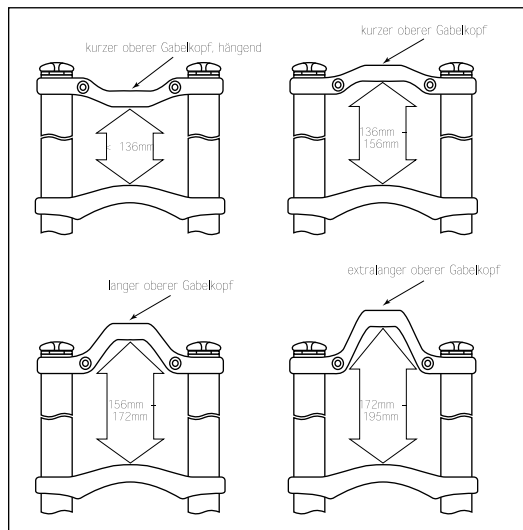

Fig. 1
- Bevor Sie die Judy XL am Fahrrad montieren, überzeugen Sie sich, daß die Gabel mit dem richtigen oberen Gabelkopf geliefert worden ist. Auf Abb. 1 sehen Sie die verschiedenen oberen Gabelköpfe, die es für die Judy XL gibt. Dort sehen Sie auch, wie Sie die Verwindungsteife der Gabel optimieren können, indem Sie den oberen Gabelkopf richtig auswählen und richtig ausrichten.